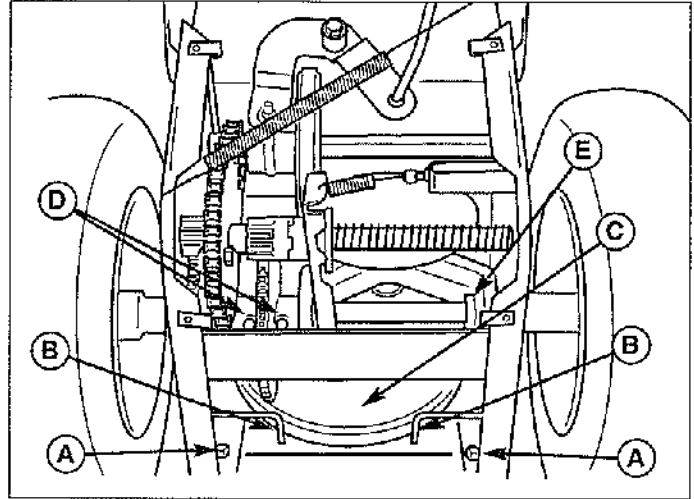

Figure 24. Butées de courroie de la poulie de fraise (représentées sans le capot inférieur)
- c. Déposer les six vis à tête du capot inférieur de la déneigeuse. Desserrer les écrous (A, Figure 24) de part et d'autre pour libérer les butées de courroie (B) de la poulie de fraise. Déplacer les butée de courroie et déposer la courroie de la poulie (C).
- d. Déposer les deux boulons (D, Figure 24) de l'engrenage.
- Inverser la procédure pour remonter les courroies. S'assurer que les courroies ne sont pas vrillées et qu'elles sont correctement engagées dans les poulies. Régler les butées de courroie de manière à avoir un espacement de 3 mm (1/8 po) entre la courroie et la butée. La configuration des deux courroies est représentée à la Figure 25. Glisser l'essieu droit à fond vers la gauche avant de serrer la bague d'arrêt (E, Figure 24).